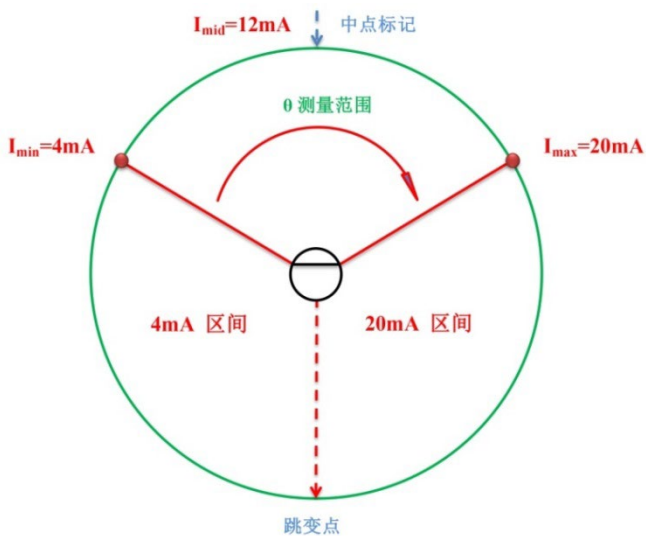
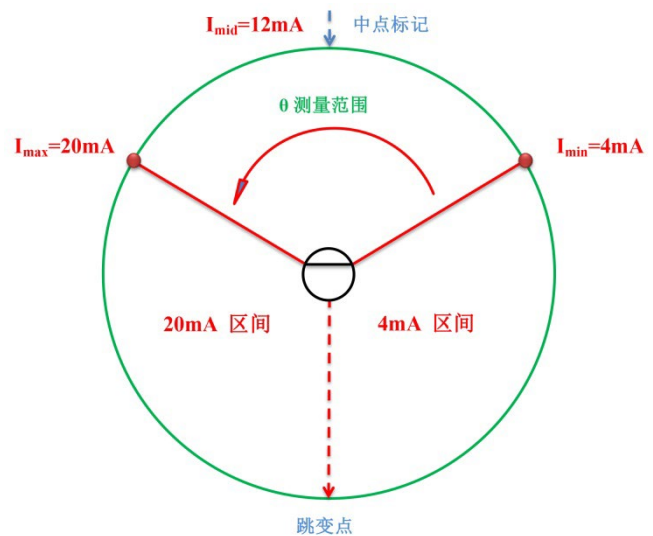

图 3 角度测量区域
图 4 角度测量区域
角度测量区间如图 3、图 4 所示，其说明如下：
- 1)、 $\theta$  对应于测量角度区间，图 3 为顺时针增大，图 4 为逆时针增大；